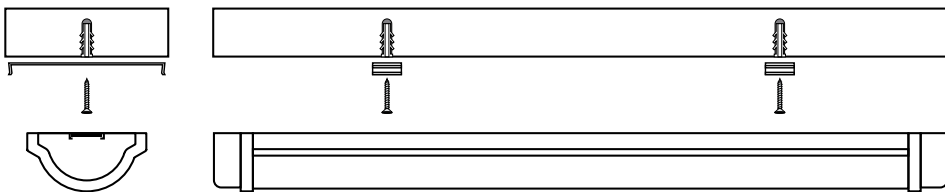

Рис. 1
2. Наметьте место будущей установки светильника и просверлите два отверстия, закрепите монтажные скобы, как показано на *Рис. 1*. Защелкните в них корпус светильника.